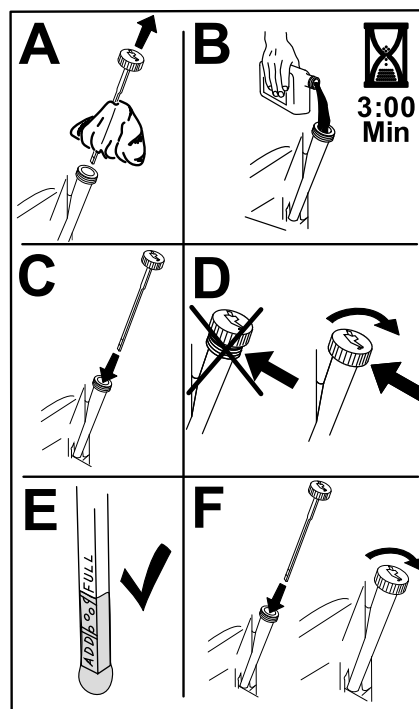

Figura 48
6. Vierta lentamente un 80% aproximadamente del aceite especificado por el tubo de llenado, luego añada lentamente el resto del aceite hasta que llegue a la marca Lleno (Figura 48).